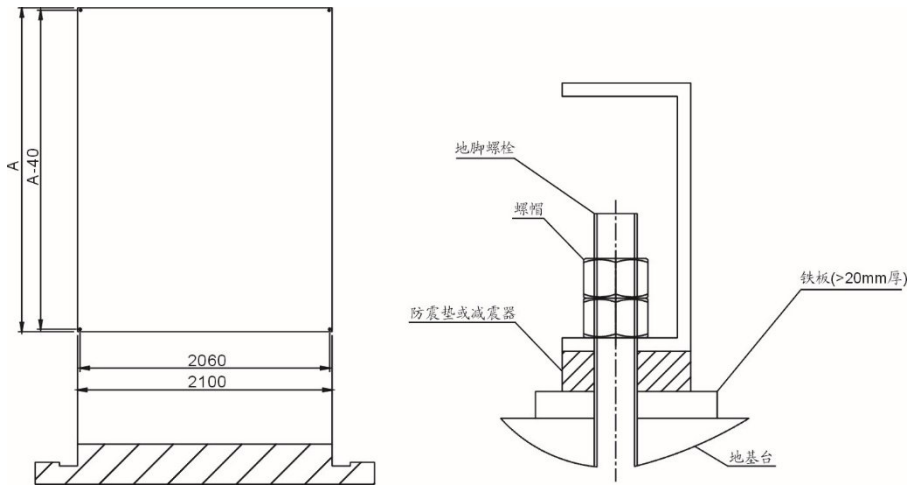
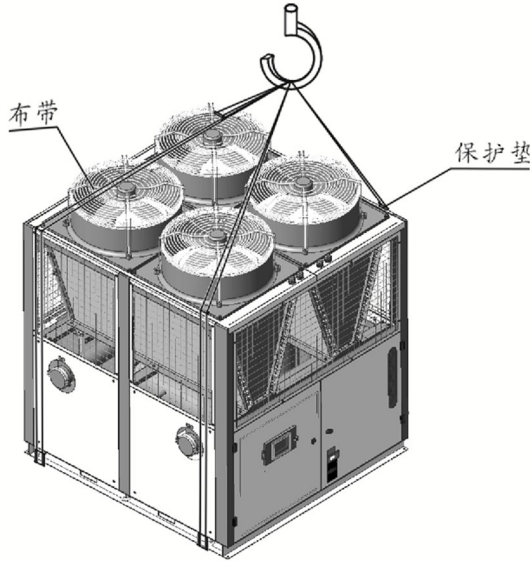

图 3-2: 机器安装基础图
图 3-3: 机器吊运图
- 1) 图 3-2 地脚尺寸图为单元模块, 模块安装时须注意各实际安装孔位置尺寸。
- 2) 采用图 3-3 固定方式时, 根据图 3-2 安装孔位置, 基础上请预留地脚螺栓安装孔位或减震器安装用地脚螺栓孔。